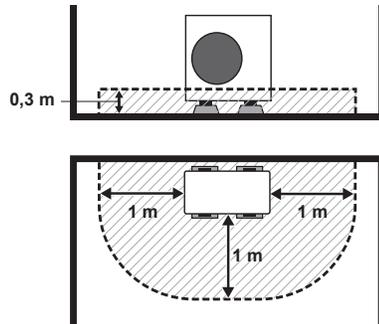

Abb. 3-5
- (4) Bei Aufstellung an einem Ort, an dem nur die Vorderseite freiliegt (Gebäudewände auf beiden Seiten)
- Wenn der Abstand zwischen beiden Seiten der Anlage und der Wand mehr als 1 m beträgt, die Schutzzone wie folgt festlegen: (Abb. 3-5)